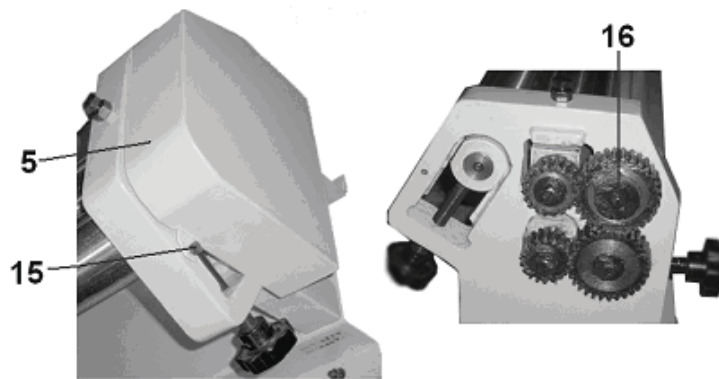

Рис. 2
Крепление защитного кожуха (5) производится двумя болтами (15), Рис. 2.